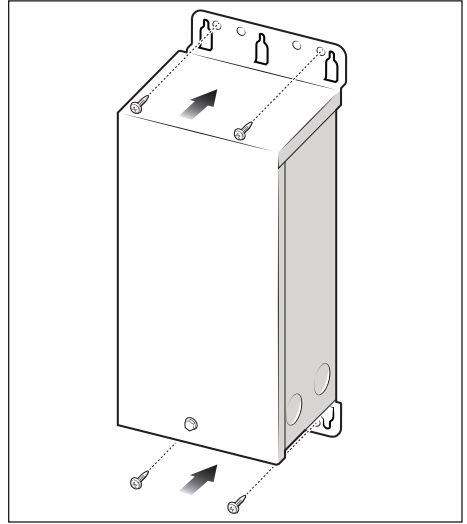

Figura 2. Montaje del controlador de luces
5. Fije los tornillos (u otra tornillería adecuada para la superficie de montaje) a través de las ranuras para llave o los orificios de montaje del gabinete del controlador de luces (consulte la *Figura 2*).